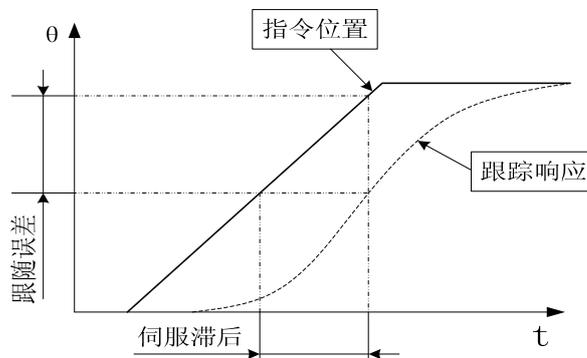

图 1.8 位置伺服静态曲线
**伺服系统静态性能：**在伺服控制系统中，最重要的是稳定性问题。伺服系统的静态性能指标主要是定位精度，指的是系统过渡过程终了时实际状态与期望状态之间的偏差程度。影响伺服系统稳态精度的原因有位置测量装置的误差，也有系统误差，与系统本身的结构和参数有关。图 1.8 为位置伺服系统静态曲线图。